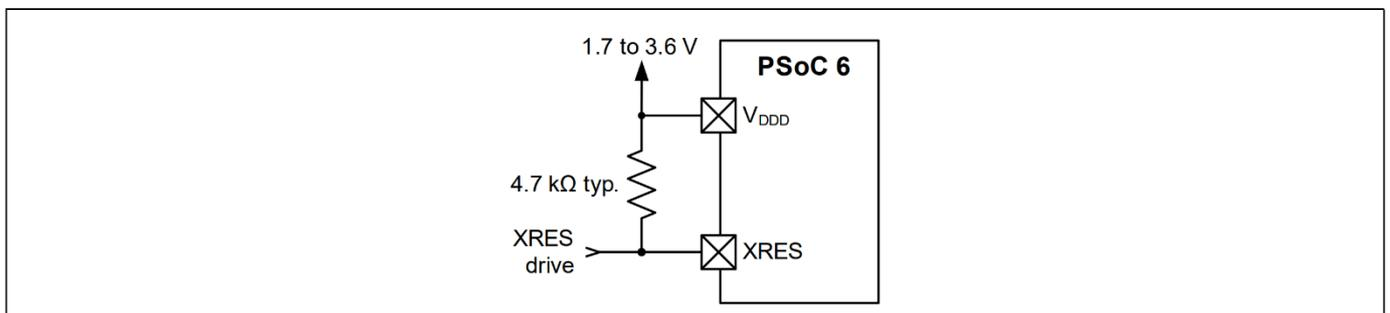

图 5 XRES 连接图
- 外部复位专用引脚 (XRES)，可使用外部复位源复位器件。XRES 引脚为低电平有效。它可以连接到上拉电阻至 V_{DD} ，也可以连接到有源驱动电路，如图 5 所示。如果使用上拉电阻，请选择其值以最小化引脚拉低时的电流消耗；典型值为 4.7 k Ω 至 100 k Ω 。